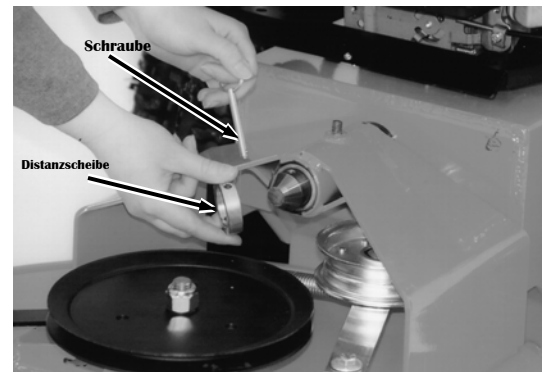

Abbildung 2
2. Schieben Sie die Motorwelle in das Mähwerk und montieren die Distanzscheibe und die Schraube (**Abbildung 2**).